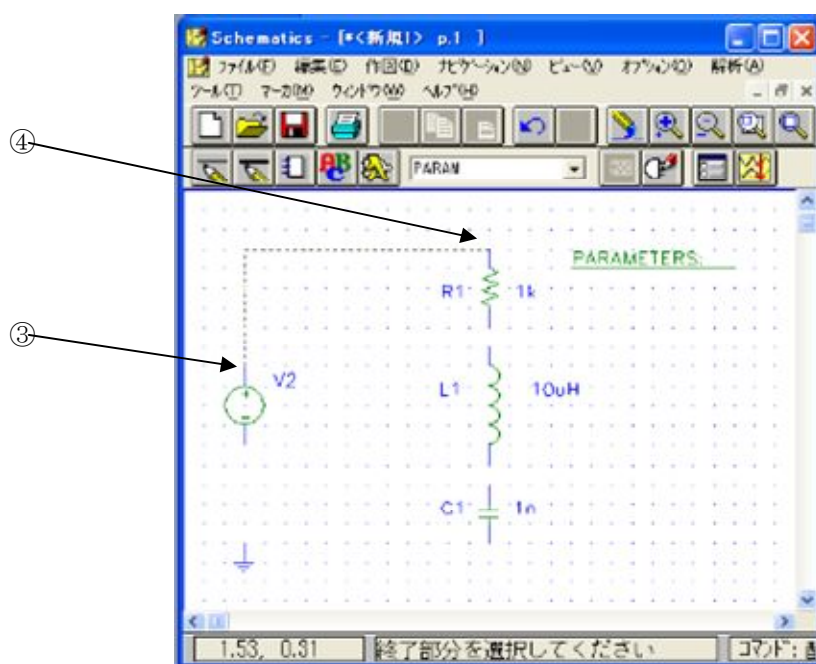

図 3. 6
- (2) この状態で接続したい素子の端（始点）でクリックします。そして、もう一方の接続したい素子の端（終点）で再びクリックすると配線が完了します。図 3. 6 のような折れ曲がった配線の方法は、③の場所でクリックして始点を決め、④の位置に鉛筆を持っていきクリックします。配線が終わった後の鉛筆には、配線のゴーストがついてきますが、右クリックすることによりゴーストを消すことができます。このゴーストを消した後にすぐもう一度配線をしたいときには、マウスの右ボタンをダブル・クリックするか、<スペース>キーを押すと鉛筆のマークが表れ再び配線できる状態になります。また、配線ミスをした場合には、消去したい配線の上でクリック（配線は赤くなる）し、メニューの「編集(E)」の中の「切り抜き(C)」をクリックするか、消去したい配線の上でクリック（配線は赤くなる）し、キーボードの<Delete>キーを押すと消去することができます。